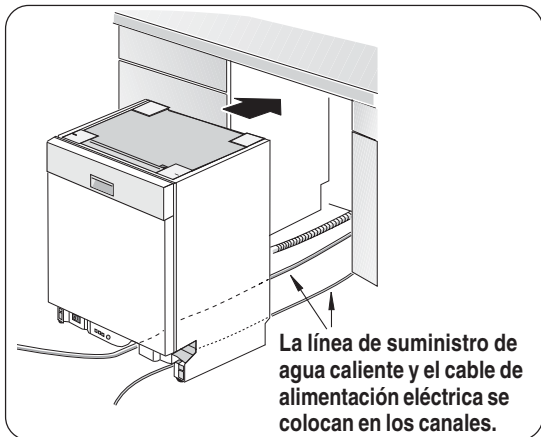

Ilustración 19
- 2 Acomode la lavadora tan cerca del gabinete como para poder conectar la manguera de desagüe de la lavadora a la conexión de evacuación debajo del fregador. Asegúrese de que el tubo de agua caliente y el cable eléctrico estén puestos en sus canales respectivos bajo la base de la lavadora, tal como indican en la **Ilustración 19**.